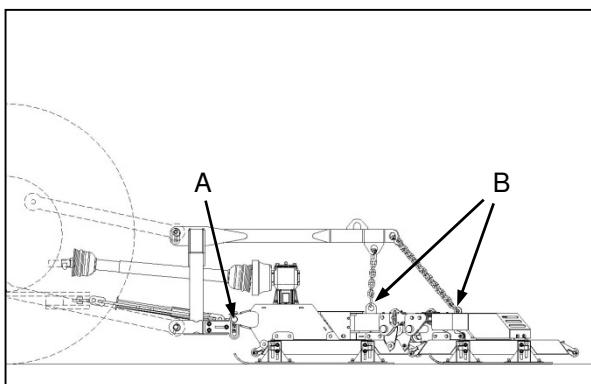

Fig. 2
- ✓ Remove die front attachment pins (Fig. 2-A) en die lifting chain attachment clips (Fig. 2-B).
- ✓ Verwyder die voorste aanhaakpenne (Fig. 2-A) en die opliketting-aanhegknippe (Fig. 2-B).